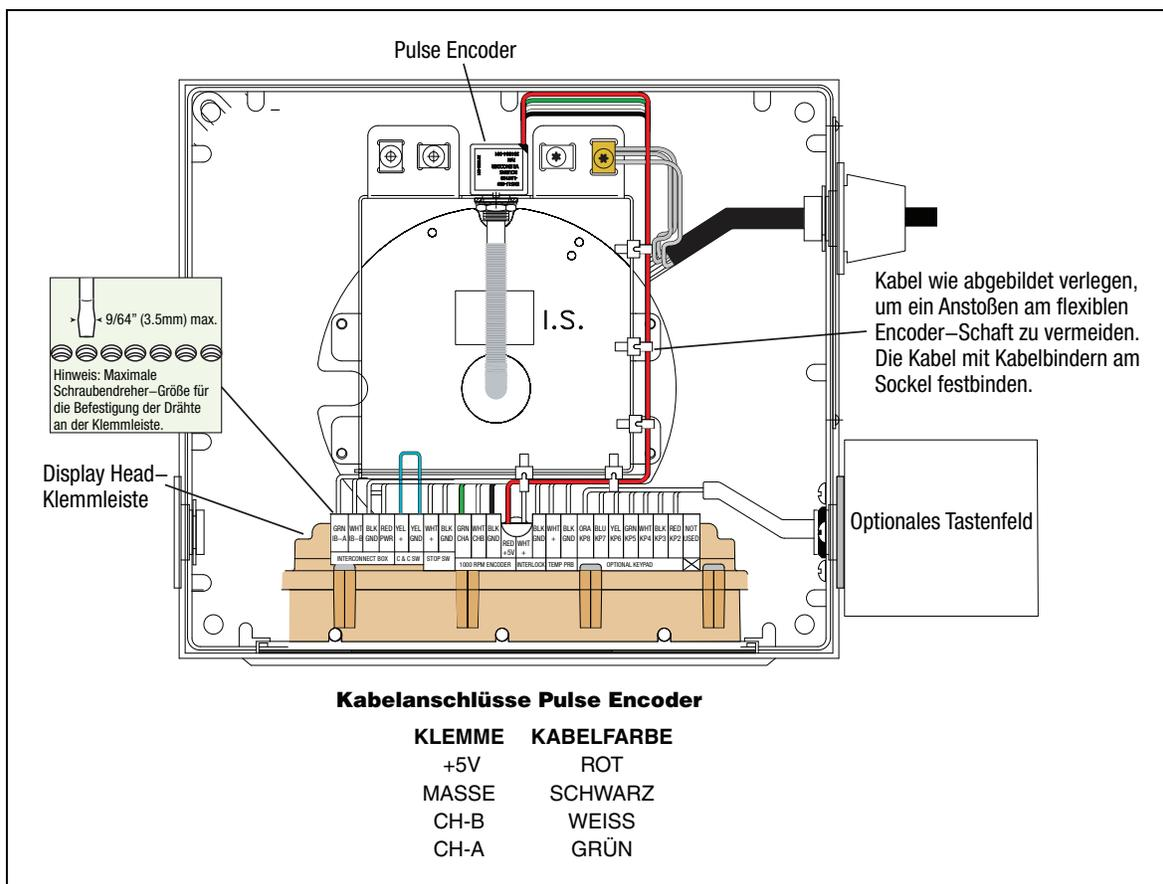

Abbildung B-5. Verbinden der Pulse Encoder-Verkabelung mit der Klemmleiste der Displayeinheit
7. Verbinden Sie die Kabel des Pulse Encoder mit der Klemmleiste der Displayeinheit, wie in Abbildung B-5 dargestellt.